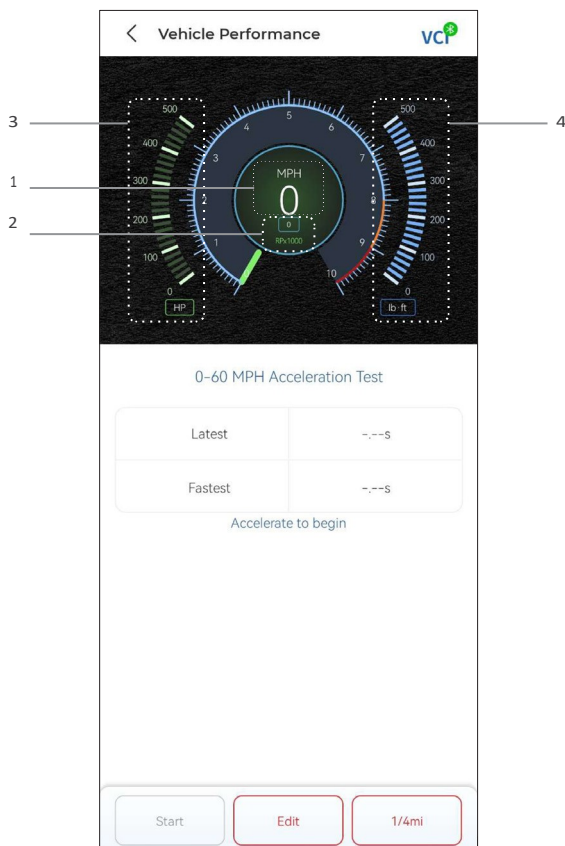

Figura 4-19
**Risultati del test 0-60 MPH** - registrare il tempo trascorso per l'accelerazione di un veicolo da 0 a 60 miglia all'ora (vedere Figura 4-19). Se lo si desidera, è possibile modificare i valori relativi alla velocità iniziale e finale.